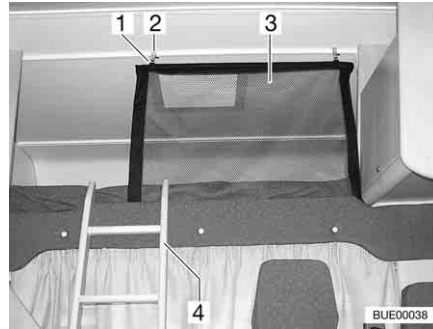
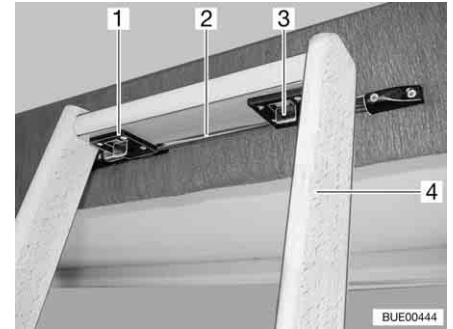

Bild 109 Alkovsäng
Bild 110 Stege, låsning
Stege För att komma upp i alkovsängen ska man alltid använda den medföljande stegen (Bild 109,4 och Bild 110,4).
- Fäst stegens två krokar (Bild 110,1) på stängens (Bild 110,2) på alkovsängens kant.
- Skjut de två spärrarna (Bild 110,3) framåt.
Skyddsnet Skyddsnetet (Bild 109,3) är standard. Det ligger mellan madrassen och ribbotten. Skyddsnetet ska först monteras när personerna som ska sova där befinner sig i alkoven.
- Haka fast hållaren (Bild 109,1) i öglorna i taket (Bild 109,2).